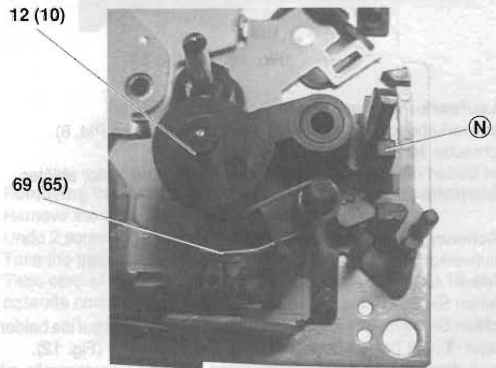

Fig. 15
- Rastnase (N) (Fig. 15) ausrasten und die Andruckrolle 10 bzw. 12 abziehen.
- Disengage the locking lug (N) and pull out the pressure roller 10 or 12 (Fig. 15).